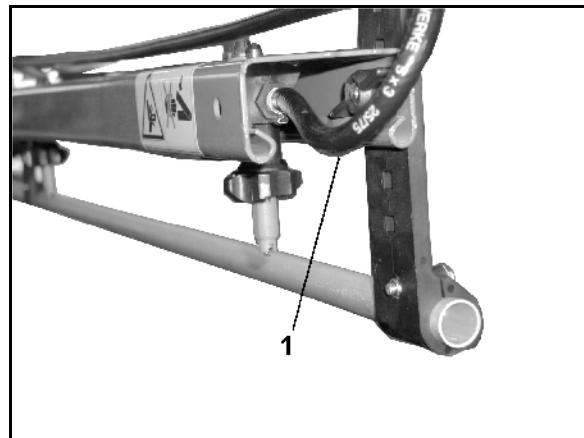

Fig. 85
- gjør det mulig å oppnå et permanent væskeomløp i sprøyteledningen når trykkomløpssystemet er tilkoblet. I den forbindelse er det montert en skylletilkoblingsslange (Fig. 85/1) på hver delbredde.
- en skylletilkoblingsslange (Fig. 85/1) per delbredde